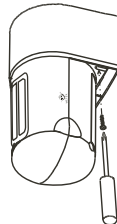

Fig. 18
5. Bevestig de sensor met de schroef aan het beslag. Fig. 18